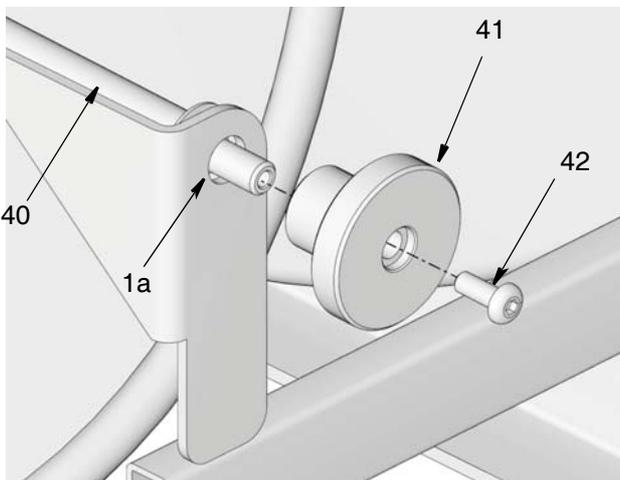
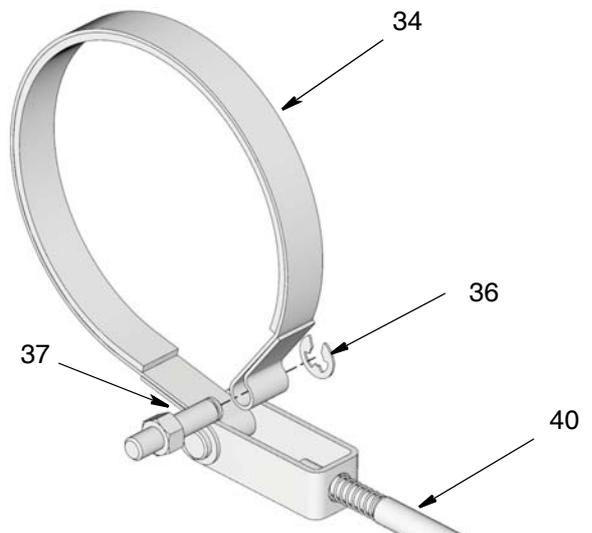

FIG. 27
FIG. 29
2. Tournez le bouton (41) dans le sens inverse des aiguilles d'une montre pour relâcher la tension du frein.
3. Dévissez et retirez la vis (42) de l'extrémité du bouton (41) (FIG. 27).
4. Retirez le bouton (41) de l'extrémité de la tige (40) (FIG. 27).
5. Dévissez et retirez l'écrou (24) et enlevez le collier de serrage (34a) de l'axe de fixation (37).
6. Retirez la pince (36) de l'axe de fixation (37) (FIG. 29).
7. Retirez l'axe de fixation (37) du collier (34) (FIG. 29).
8. Retirez le collier (34) du moyeu à frein (12).
9. Retirez l'extrémité de la tige (40) du châssis (1a) (FIG. 27).
14. Insérez l'extrémité de la tige (40) dans l'orifice (27b) (FIG. 27).
15. Remplacez le bouton (41) sur l'extrémité de la tige (40). Remplacez la vis (42). Vissez fermement la vis afin de maintenir le bouton en place (FIG. 27).